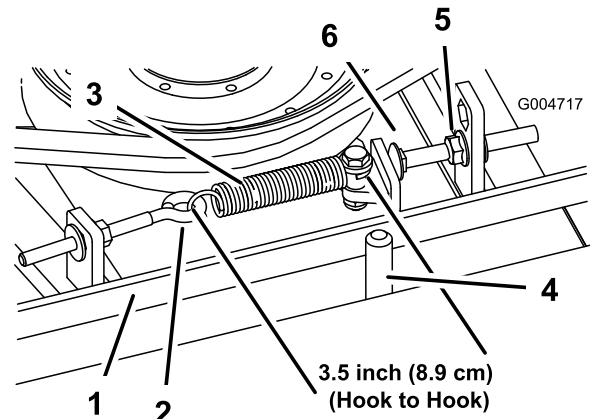

Bild 64
Haken) innen ungefähr $8,9 \text{ cm} \pm 6 \text{ mm}$ betragen. Wenn die Federspannung richtig ist, stellen Sie die Anschlagsschraube (Schlossschraube) ein, bis der Abstand zwischen dem Schraubenkopf und dem Spannung ungefähr $3 + 1,5/0,0 \text{ mm}$ beträgt (Bild 64).
Hinweis: Achten Sie darauf, dass der Riemen auf der Federseite der Riemenführung positioniert ist (Bild 64).
2. Lösen Sie den Augenbolzen, um die Verlängerungsfeder abzunehmen (Bild 64).
3. Lösen Sie die Bundmutter, mit der die Anschlagsschraube an der Befestigungslasche befestigt ist. Schieben Sie die Mutter so weit zurück, dass der Spannarm an der Anschlagsschraube vorbeigeführt werden kann (Bild 64). Bewegen Sie die Spannscheibe vom Riemen weg, um diesen zu entspannen.
8. Setzen Sie die Verlängerungsfeder (Bild 64) wieder in den Augenbolzen ein und spannen Sie den Riemen wie folgt: